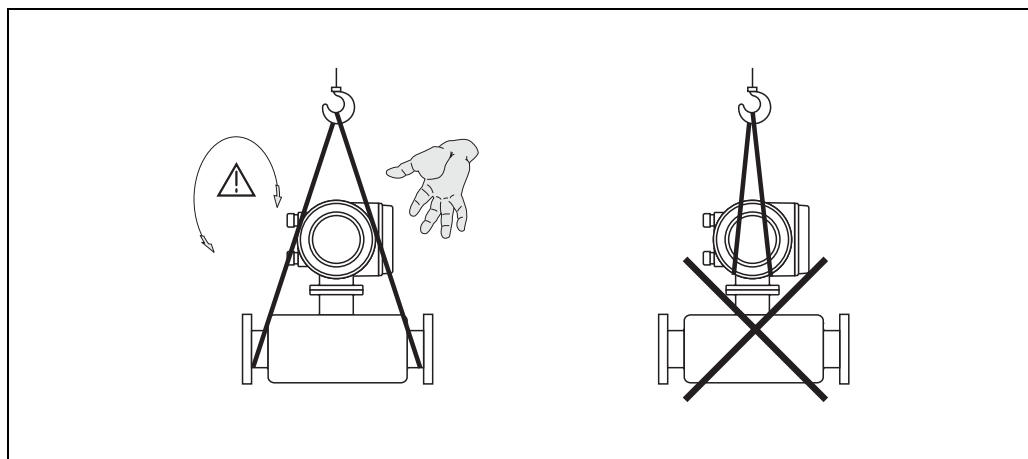

Fig. 5: Instrucciones para el transporte de sensores con diámetros de DN 40 a 250
- Los equipos de medición con diámetros nominales entre DN 40 a 250 no deben levantarse por el cabezal transmisor, o por el cabezal de conexión en el caso de la versión separada (Fig. 5). Suspéndase siempre de eslingas que abracen las conexiones a proceso. No emplear cadenas; el cabezal podría dañarse.